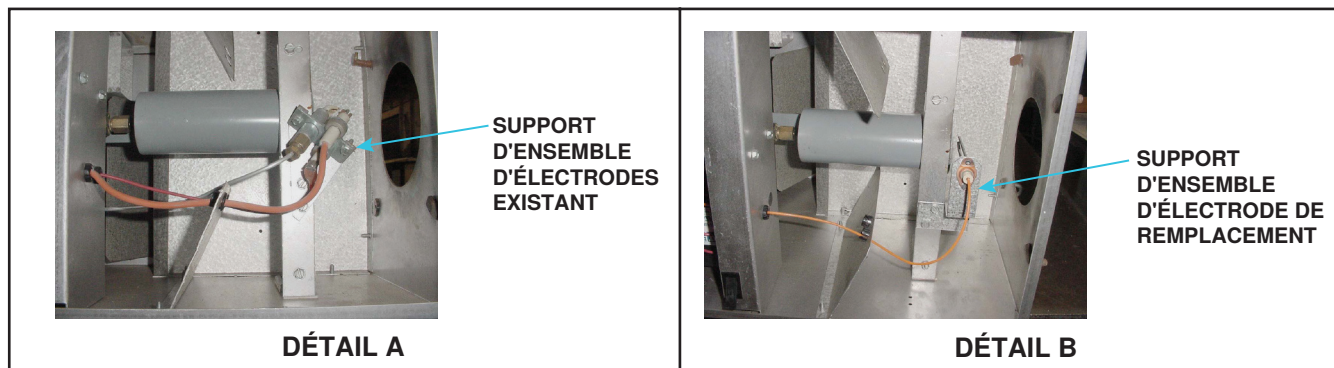

Figure 55. Remplacement de l'ensemble d'électrode
- b. Retirez et conservez les deux vis qui fixent le support de l'ensemble d'électrode existant au support du brûleur, puis enlevez l'électrode existante avec son support (voir Figure 55, DÉTAIL A).
- e. Positionner le support de montage de l'ensemble d'électrode de remplacement sur le support du brûleur tel qu'illustré à la Figure 55, DÉTAIL B, et fixer le support à l'aide des vis existantes.